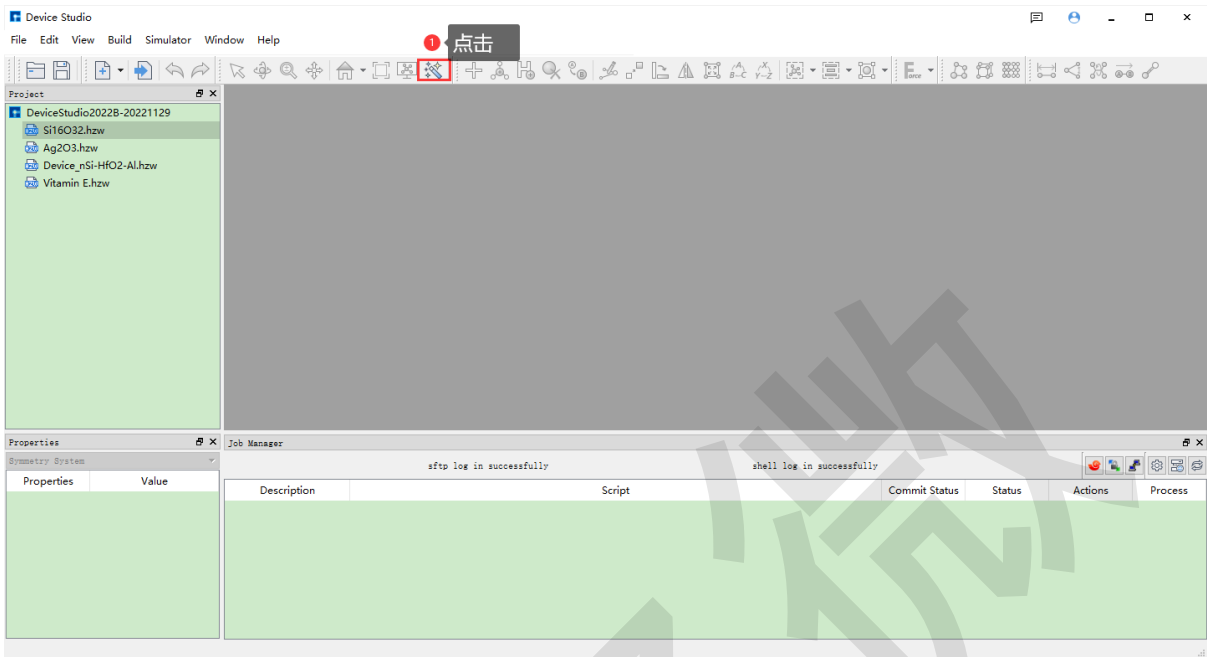

图 7.24: 没有显示结构的 Device Studio 主界面
2. 方式二：Device Studio 主界面中没有显示结构，如 图 7.24 所示操作，即可进入原